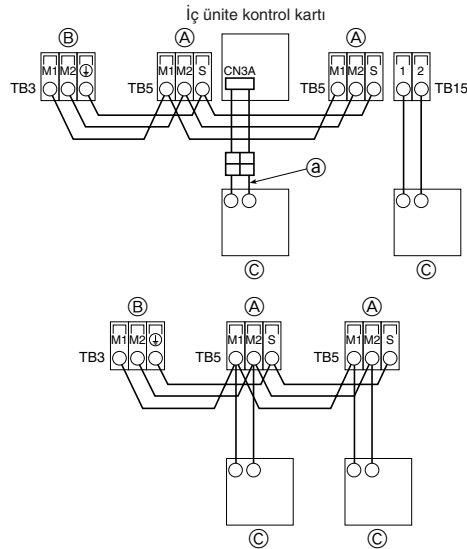

Fig. 7-2
7.2. Uzaktan kumanda ünitesi, iç ve dış iletim kablolarının bağlanması (Fig. 7-2)
① MA Uzaktan kumanda ünitesi
② MA uzaktan kumanda ünitesi kablosu (AKSESUVAR ③)
③ M-NET Uzaktan kumanda ünitesi